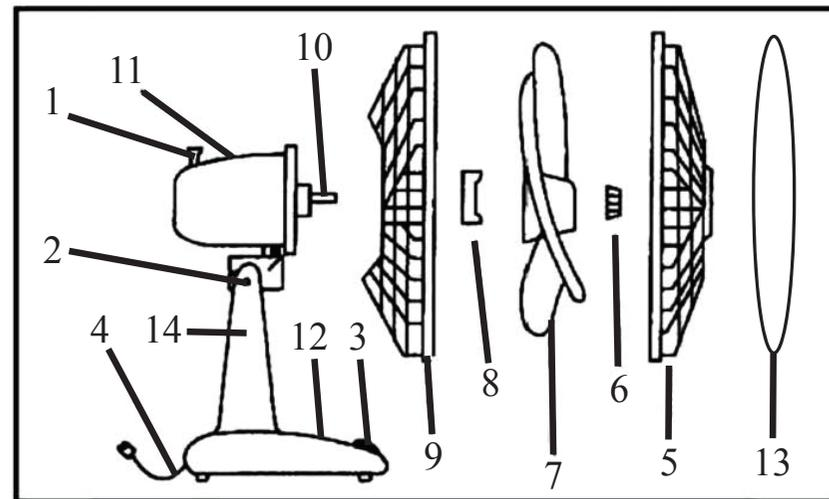

Рис. 1
6.1 Установите заднюю защитную решётку **9** (Рис. 1) на блок электродвигателя **11** (Рис. 1). Затяните гайку **8** (Рис. 1).
6.2 Установите лопасти **7** (Рис. 1) на вал **10** (Рис. 1). Закрепите лопасти с помощью соответствующей гайки **6** (Рис. 1), затянув её против часовой стрелки.
6.3 Установите переднюю защитную решётку **5** (Рис. 1). Закрепите её с помощью кольца - зажима **13** (Рис. 1).
6.4 Установите собранный блок на корпус вентилятора **14** (Рис. 1) и прочно закрепите с помощью винта **2** (Рис. 1). Винтом **2** (Рис. 1) так же можно регулировать вертикальное положение блока.
7.2 Для включения режима поворота вентилятора в горизонтальной плоскости нажмите (утопите) кнопку включения режима поворота вентилятора **1** (Рис. 1). Для отключения режима поворота вентилятора в горизонтальной плоскости вытяните кнопку выключения режима поворота вентилятора **1** (Рис. 1).